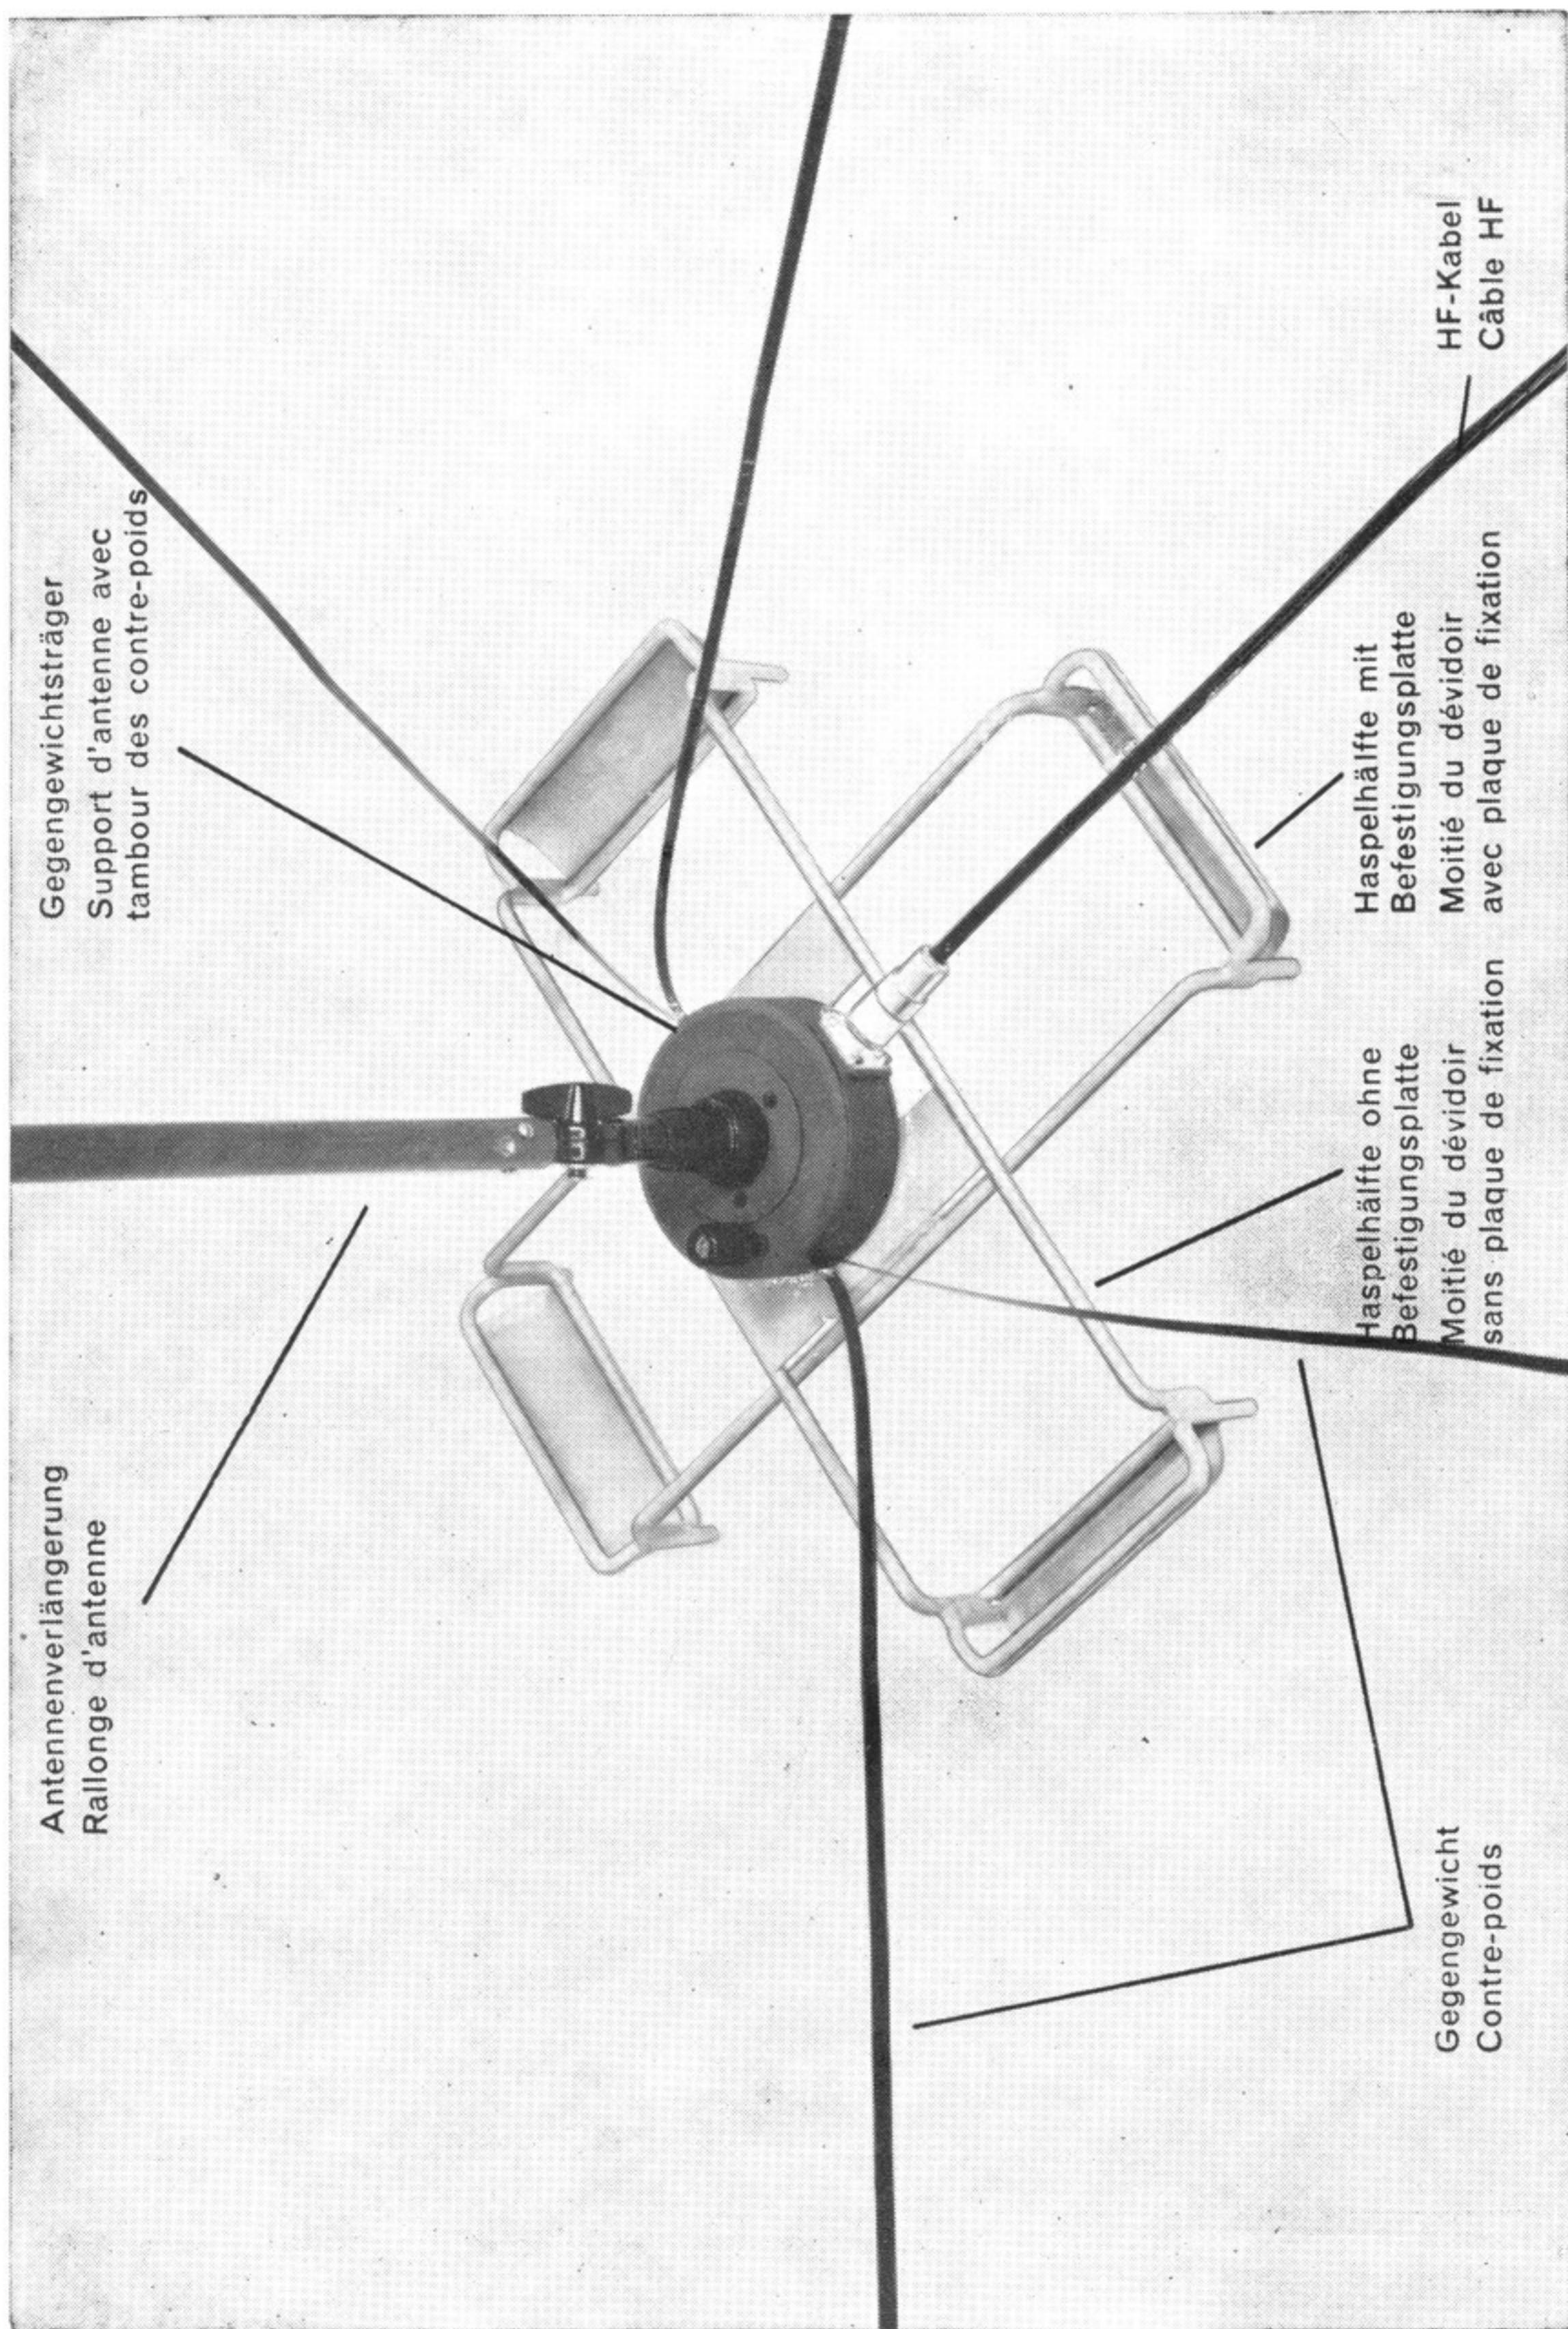

Fig. 1
a) **Aufstellung der Fernantenne auf dem Boden** (siehe Fig.1)
90° versetzt so montiert, dass die vier Greifer auf der gleichen Seite liegen (siehe Fig. 1). Der Gegengewichtsträger wird durch die Flügelmutter im Schlitz der Befestigungsplatte auf der einen Haspelhälfte befestigt. Das Kreuzstück wird nun gut in den Boden gepresst. Bei starkem Wind oder Schräglage (Abhang) ist dieses mit Steinen zu beschweren.
Das HF-Kabel wird ausgelegt und am Gegengewichtsträger mittels des HF-Steckers angeschlossen. Vor dem Ausziehen der **Stahlbänder** soll die Trommel noch im Uhrzeigersinn aufgezogen werden, damit die Bänder nicht an der Wandung der Trommel reiben. Die Gegengewichte werden nun vorteilhaft beidseitig in ihrer Austrittsrichtung ausgezogen und sternförmig ausgelegt. Das Koaxialkabel wirkt ebenfalls als Gegengewicht (siehe Fig. 1 und 2).
a) **Dévidoir du Câble** (voir fig. 1 et 5).
Il se compose de 2 parties semblables; l'une d'elles porte au milieu une plaque de fixation où s'emboîte l'autre. Ces deux moitiés sont utilisées soit comme dévidoir (voir fig.5), soit comme croix sur laquelle est fixé le support d'antenne (voir fig.1). Dans ce dernier cas, les
(voir fig.1)
#### a) **Installation de l'antenne extérieure sur le sol** (fig. 1)
Les meilleures conditions de rayonnement sont atteintes lorsque l'antenne est verticale et ne touche aucun objet. Après avoir enlevé le câble HF, les 2 moitiés du dévidoir sont séparées et montées en croix de façon que les 4 pieds se trouvent du même côté (voir fig. 1). Au moyen de la vis à ailettes glissée dans la fente de la plaque de fixation, le support de l'antenne est serré sur une des moitiés du dévidoir. La croix est alors bien pressée contre le sol. S'il est en pente ou en cas de fort vent, on peut charger la croix avec des pierres. **La rallonge de l'antenne** est enfilée sur la traversée de l'isolateur du support et serrée avec un écrou à chape. **L'antenne télescopique** est alors placée sur la rallonge et fixée au moyen d'un 2e écrou à chape. Il est préférable de déployer l'antenne en commençant par l'élément supérieur. Une fois l'antenne déployée, contrôler sa position. L'articulation placée au pied de la rallonge permet de maintenir l'antenne verticale malgré une forte inclinaison de la croix.
Le câble HF est étendu et branché à la prise HF du support d'antenne. Avant de sortir les **bandes d'acier**, tourner le tambour dans le sens des aiguilles d'une montre afin qu'elles ne frottent pas la paroi du support. Les 2 paires de contre-poids seront tirées en même temps dans leur direction de sortie et ils seront répartis régulièrement en étoile. Le câble HF agit aussi comme contre-poids (voir fig. 1 et 2).